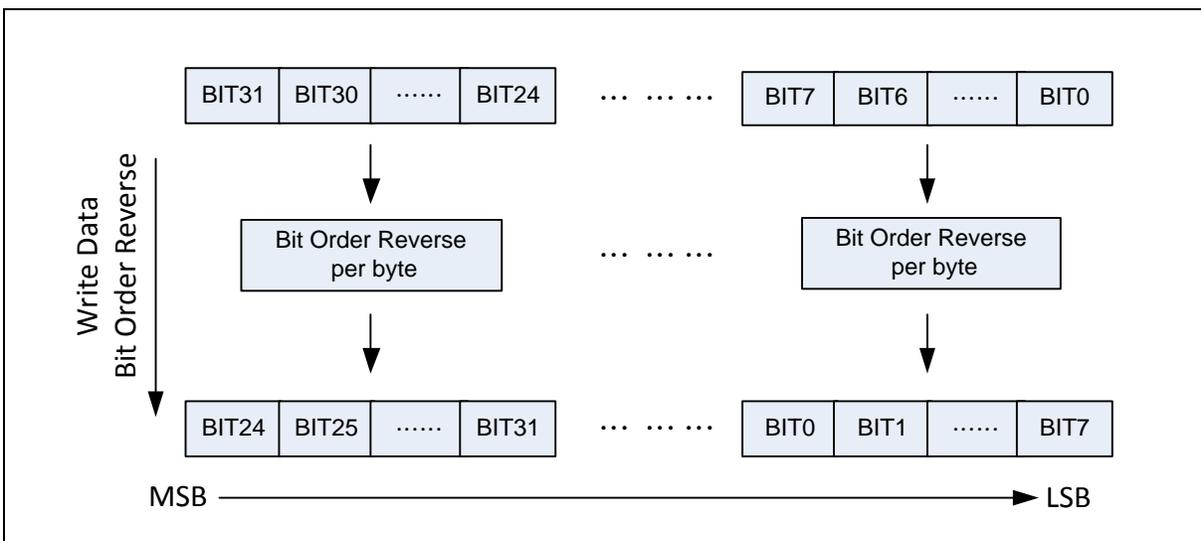

图 6.23-3 写数据位顺序反转功能框图
- 设置DATREV (CRC\_CTL[24])配置CRC写数据每个位字节的顺序反转，详见功能框图 6.23-3.